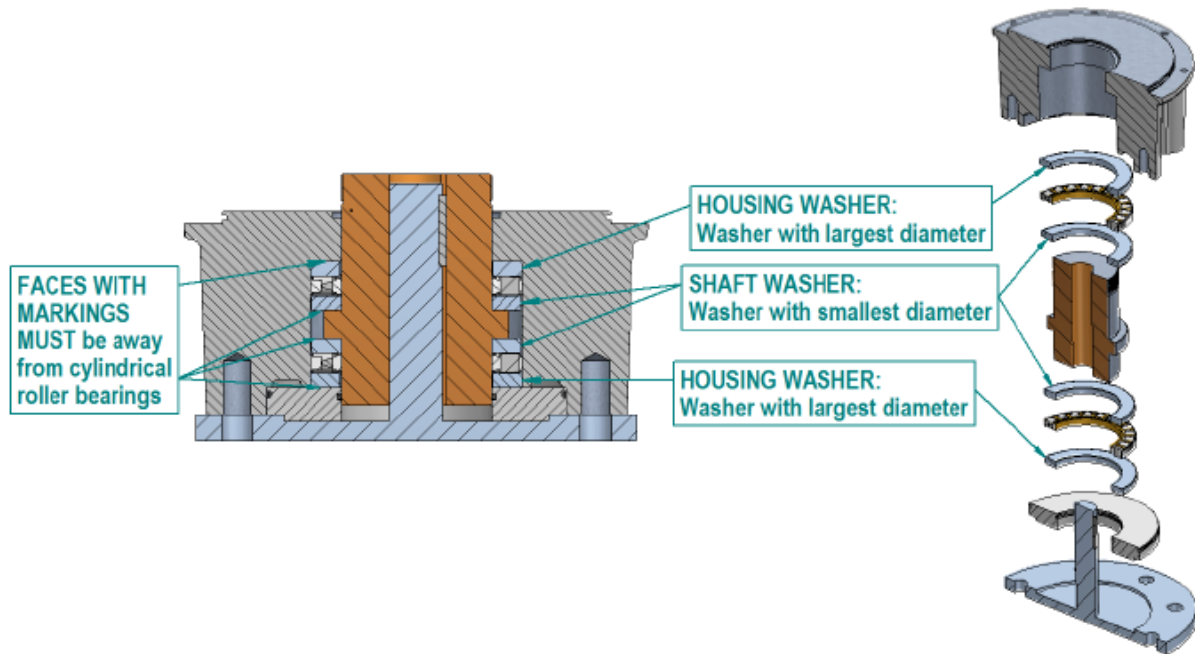

Bild 12: Ventilstange-Montage
Bei Getriebe mit Zylinderrollenlager oder IB14 und IS14, IS16, und IS18-IS21 Getriebe – es wird empfohlen dass der bearbeitet Ausgangsbuchse zuerst auf der Ventilstange montiert wird, und danach, dem Stellantrieb- und Getriebe-Kombination abgesenkt sind um an der Ausgangsbuchse zu fixieren. Schauen sie Bild 12 für Anweisungen zur Montage.
1. Montieren sie wie folgendes; Arretierungsring, Anlaufscheibe (größter externen Durchmesser), Rollenlager, Anlaufscheibe (kleinste externen Durchmesser), Ausgangsbuchse, Anlaufscheibe (kleinste externen Durchmesser), Rollenlager und dann letztlich die Anlaufscheibe (größter externen Durchmesser) zur Ventilstange, wie in Bild 12. Die beschriftete oder angefasste Scheiben müssen von der Rollenlager abgewandt sein um Lagerabnutzung zu reduzieren. Rollenlager sollten entsprechend geschmiert sein. Schmiere die Ausgangsbuchse und Ventilstange. Beachten sie dass die Arretierungsring hat interne und externe Dichtungen die auch geschmiert werden sollen. Schauen sie Schritt 2 für weitere Anweisungen.